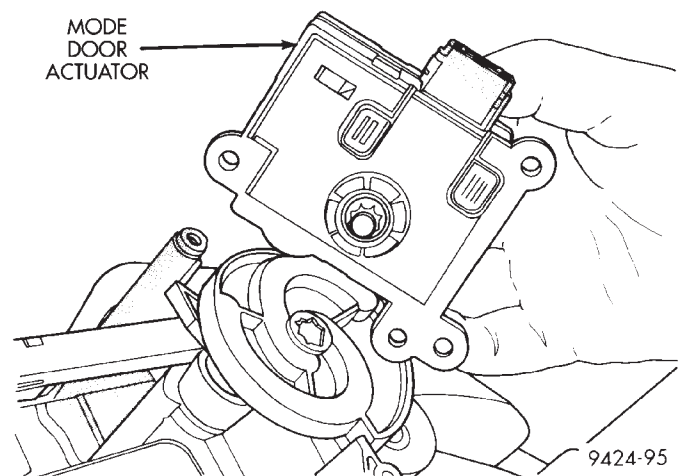

Fig. 95 Mode Door Actuator
(23) Install mode door actuator (Fig. 95).